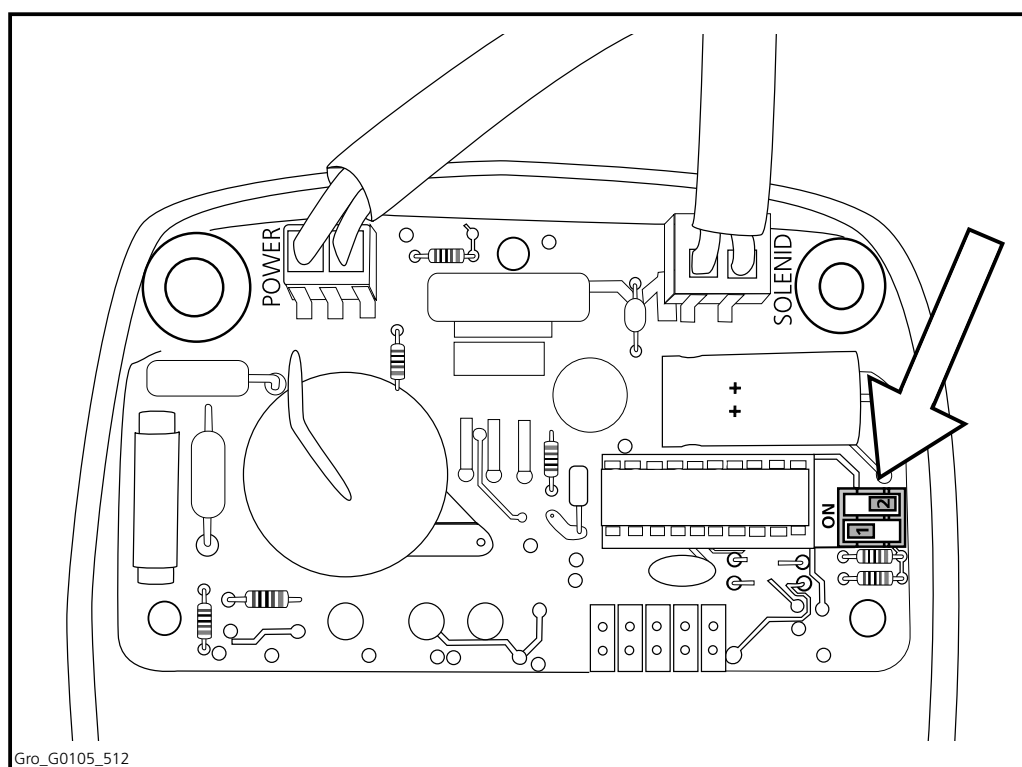

Fig 5.13 Microinterruttori (DIP-switch)
3. Sul circuito integrato sono presenti 2 microinterruttori (DIP-switch) (Fig 5.13): impostare gli interruttori sulla posizione corretta per l'intervallo di lubrificazione desiderato (vedere la tabella sottostante).
3. Sul circuito integrato sono presenti 4 microinterruttori (DIP-switch (Fig 5.13): impostare gli interruttori sulla posizione corretta per l'intervallo di lubrificazione desiderato (vedere la tabella sottostante).